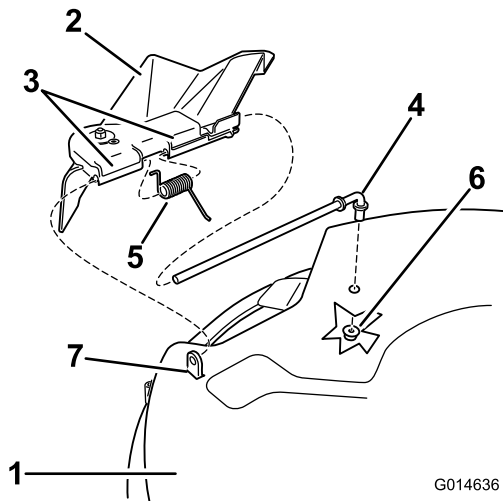

Figure 61
- Repérez les éléments illustrés (Figure 61).
- Retirez l'écrou (3/8") de la tige, sous le tablier de coupe (Figure 61).
- Sortez la tige de la courte cheville de positionnement, du ressort et du déflecteur d'herbe (Figure 61). Enlevez le déflecteur s'il est endommagé ou usé.
- Remettez en place le déflecteur d'herbe (Figure 61).
- Placez le ressort sur la tige, les fils d'extrémité dirigés vers le bas, entre les supports du déflecteur d'herbe. Insérez la tige dans le deuxième support du déflecteur d'herbe (Figure 61).
- Insérez la tige à l'avant du déflecteur dans la courte cheville de positionnement sur le tablier. Fixez l'extrémité arrière de la tige dans le tablier de coupe à l'aide d'un écrou (3/8") (Figure 61).